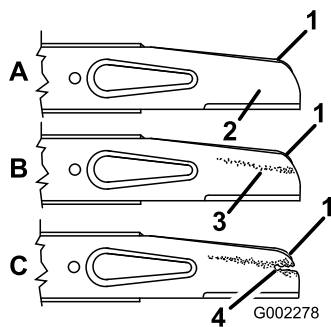

Bild 26
8. Schmieren Sie mit dem Finger etwas Öl auf die Dichtung des neuen Ölfilters (Bild 26).
2. Entfernen Sie die Messermuttern, das Gaspedal und das Messer (Bild 26).